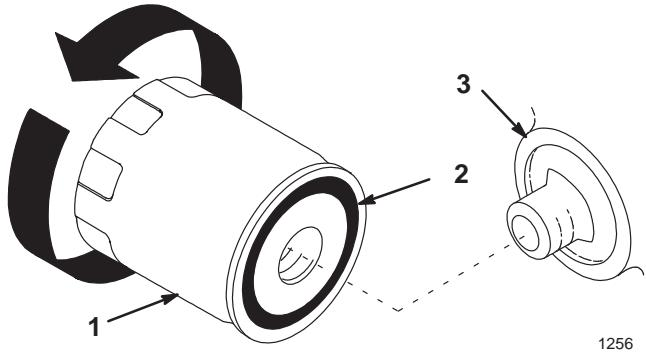

Abbildung 22
2. Den alten Filter entfernen und die Dichtungsfläche des Filteradapters (Abb. 22) abwischen.
3. Eine dünne Schicht neues Öl auf die Gummidichtung am Austauschfilter geben (Abb. 22).
4. Den AustauschölfILTER am Filteradapter anbringen. Den Filter im Uhrzeigersinn drehen, bis die Gummidichtung den Filteradapter berührt. Dann den Filter um eine weitere 1/2 Umdrehung festziehen (Abb. 22).